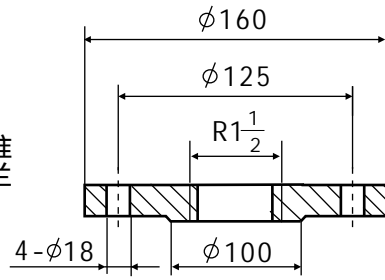

图5 标准法兰尺寸
- 1、棒式探极为管螺纹安装或法兰安装（可配图 5 所示带螺纹法兰），可根据现场情况采取顶装或侧装。
- 4、同轴探极为管螺纹安装或法兰安装（可配图 5 所示带螺纹法兰），安装方法同棒式探极，应注意使壳体接通大地。